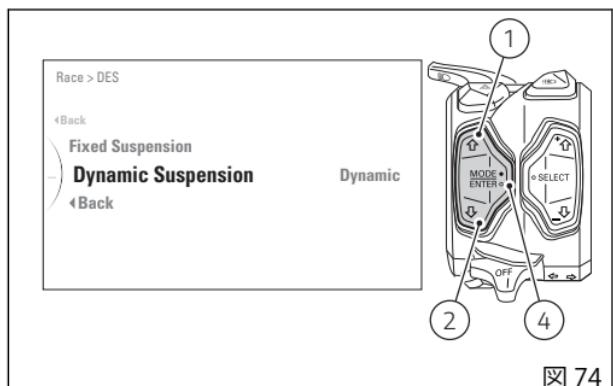

図 74
- DYNAMIC コントロールを設定することができます。ボタン(1)と(2)で "Dynamic Suspension" (図 74) を選択し、ボタン(4)を押してサブメニューに入ります。この時点で、ボタン(1)と(2)で "Default Dynamic Suspension" (図 76) を選択し、ボタン(4)を押します。
- DYNAMIC コントロールをカスタマイズすることができます。ボタン(1)と(2)で“Dynamic Suspension”(図74)を選択し、ボタン(4)を押してサブメニューに入ります。この時点で、ボタン(1)と(2)で“Custom Dynamic Suspension”(図76)を選択し、ボタン(4)を押してカスタマイズメニューに入ります(“ダイナミックコントロール(DYNAMIC)”を参照してください)。